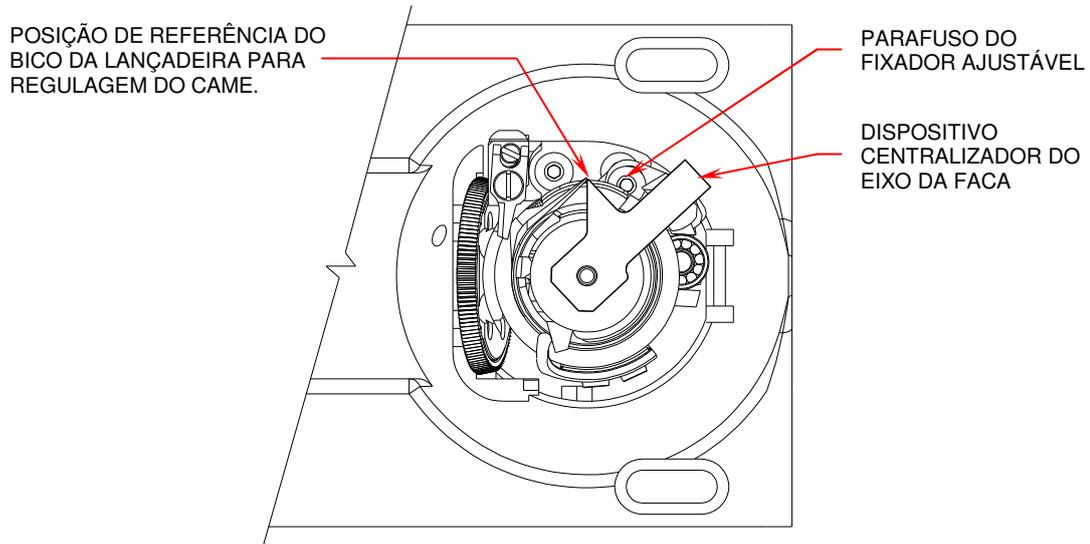

Fig.18
2. Verifique se o solenóide (6) está movimentando facilmente a alavanca do rodízio (2), para baixo e para cima;
3. Se o solenóide (6) estiver travando, solte os parafusos que fixam o suporte do solenóide e movimente-o lateralmente até que ele se alinhe;
4. Coloque a alavanca do rodízio (2) perpendicular ao eixo inferior da máquina, encoste o encosto guia (1) no seu lado direito e o guia (9) do lado esquerdo e aperte os parafusos;
5. Pressione o eixo do solenóide (5) para dentro do solenóide até chegar ao fim do curso;
6. Solte os parafusos que fixam o came e o anel de encosto (4);
7. Encaixe o rodízio no came (3) e gire o came até que o rodízio atinja sua parte plana da direita;
8. Coloque o anel de encosto (4) apoiado na lateral esquerda do came e aperte os parafusos;
9. Retire a tampa da bobina da lançadeira e encaixe o furo do dispositivo centralizador (Fig.18);